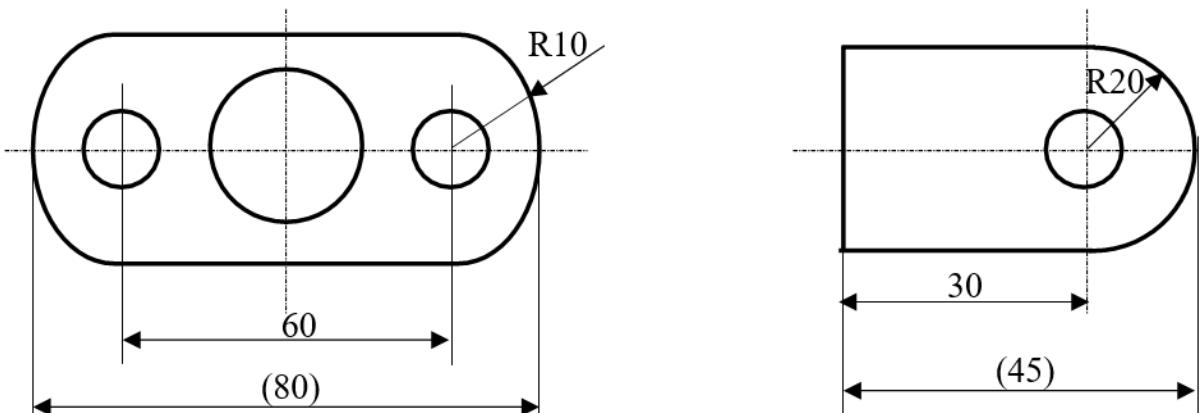

Fig. 8.
1. **размеры положения**, функциональные размеры, которые относятся к размерам, необходимым для определения взаимного расположения геометрических форм, составляющих основную форму детали (размер 60 и размер 30 на рис. 8);